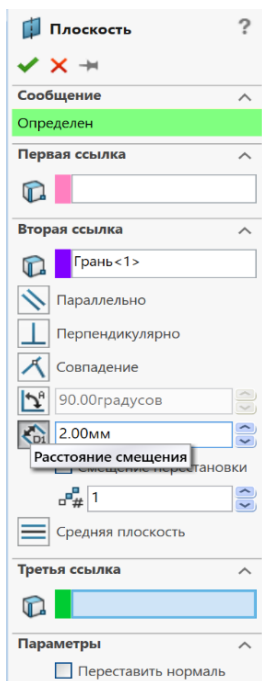

Рис. 2.9. Диалоговое окно
1. Вызвать инструмент  панели «Вспомогательная геометрия» или последовательно выполнить команды меню «Вставка → Справочная геометрия → Плоскость» (рис. 2.9).